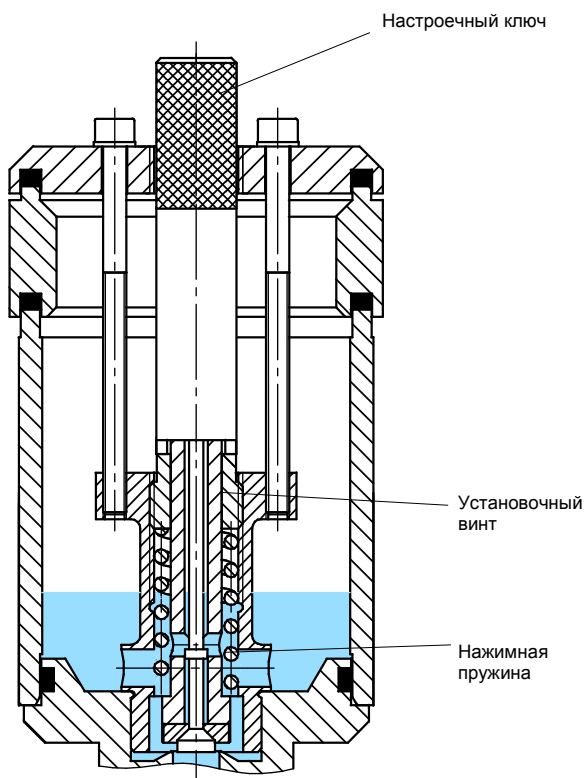

Рис. 46
- С помощью настроечного ключа при работающем насосе медленно поворачивать установочный винт против часовой стрелки до тех пор (см. рис. 46), пока не возникнет внезапное повышение уровня жидкости в резервуаре запаса -> открывается гидравлический перепускной клапан.